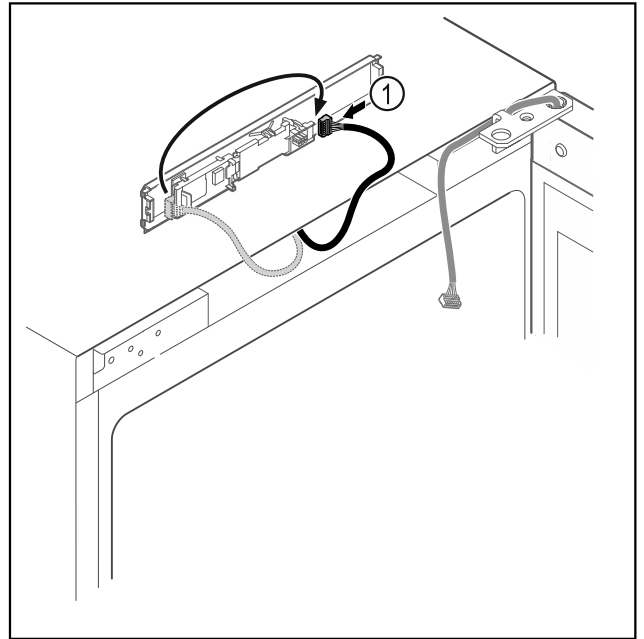

Fig. 19
- ▶ Brancher le connecteur Fig. 19 (1) de l'autre côté.